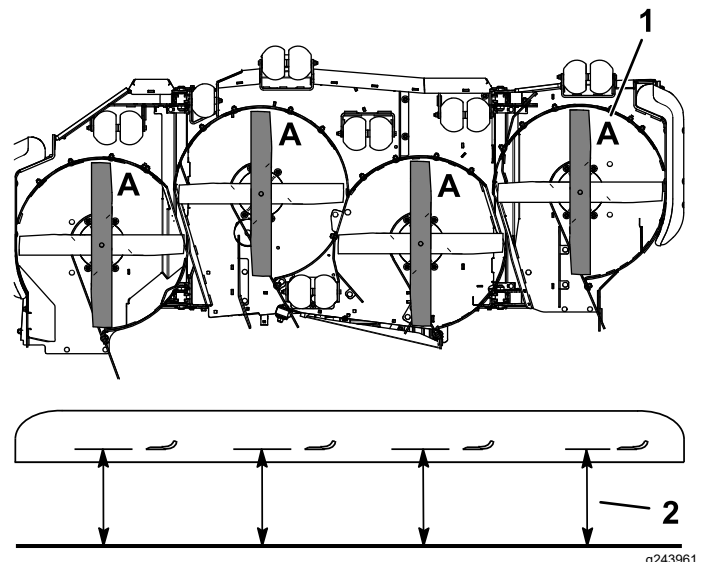

Figura 74
3. Gire las cuchillas hasta que los extremos estén orientados hacia adelante y hacia atrás (Figura 74).
4. Mida desde una superficie nivelada hasta el filo de corte, posición A, de las cuchillas (Figura 74).